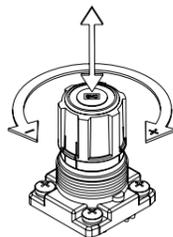

Fig. 4 Regulador
- a) Aumente el ajuste de presión desbloqueando ligeramente el regulador, tirando de él hacia arriba y girándolo en la dirección de la flecha (+) (consulte la Fig. 4).
- d) Para disminuir la presión de ajuste una vez ajustada la presión, desbloquee el regulador y gírelo en la dirección de la flecha (-) (consulte la Fig. 4). El aire residual se expulsará de la zona del pomo debido al diseño de tipo alivio del regulador.